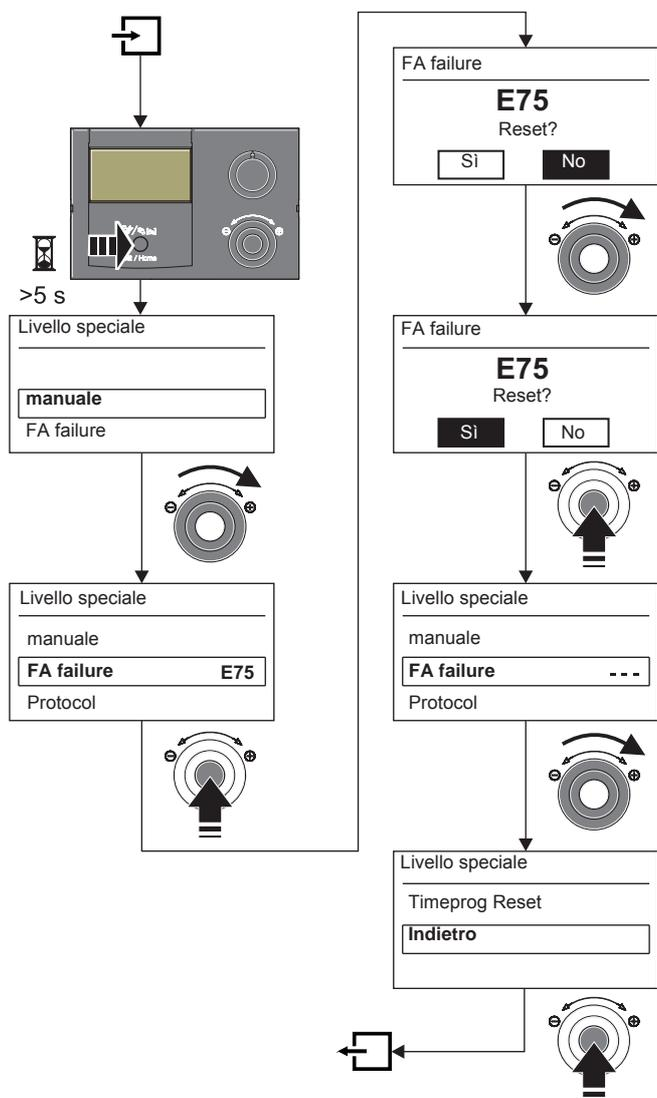

Figura 6-4 Cancellare l'errore
2. Premere il tasto Exit (figura 6-4) per almeno 5 secondi.